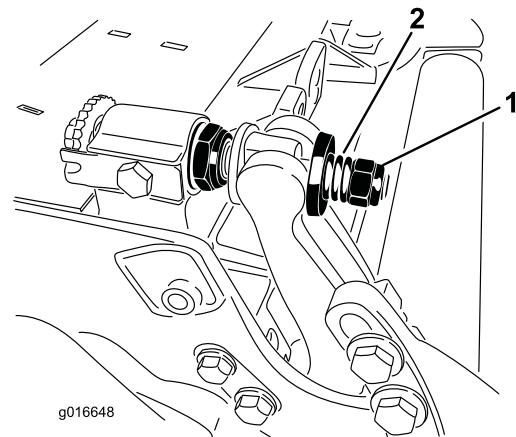

图33
5. 旋紧弹簧加压螺母直到弹簧完全压紧然后往回松开1/2圈图33。
- 旋紧每个底刀架调节器组件上的螺母直到加压弹簧完全压紧然后往回松开 1/2 圈 图33。